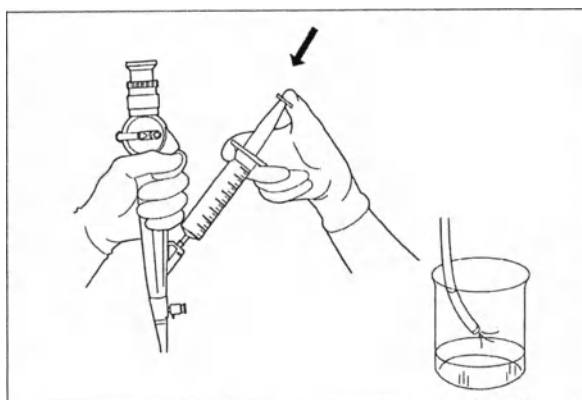

Рис. 7.7
2. Наполните шприц ёмкостью 30 см³ (30 мл) моющим раствором и введите раствор из шприца в инструментальный канал. Повторите данную процедуру три раза (см. рис. 7.7).